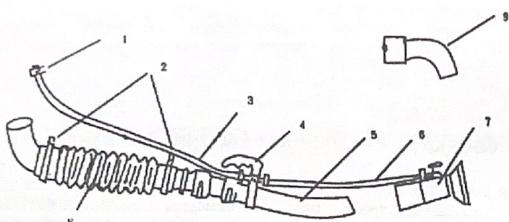

Рис. 4
2) Соедините орошающую трубу с устройством как показано на Рис. 4.